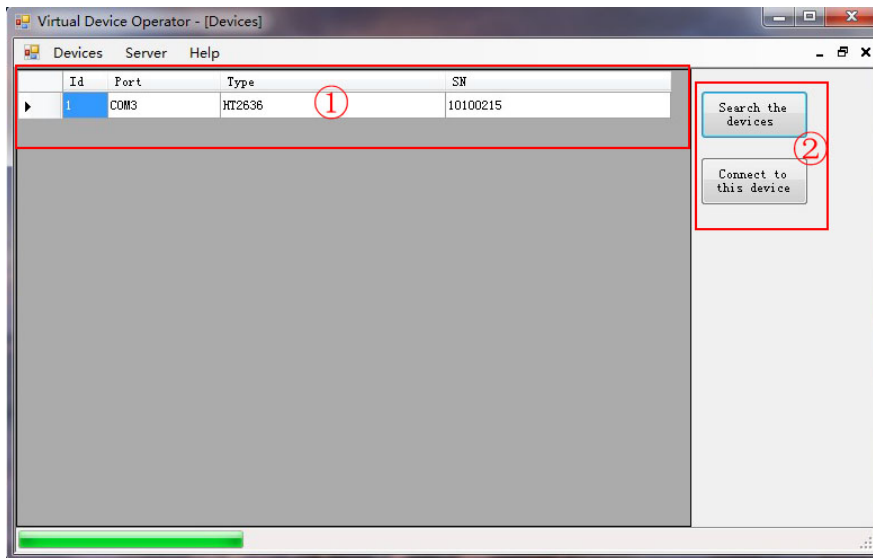
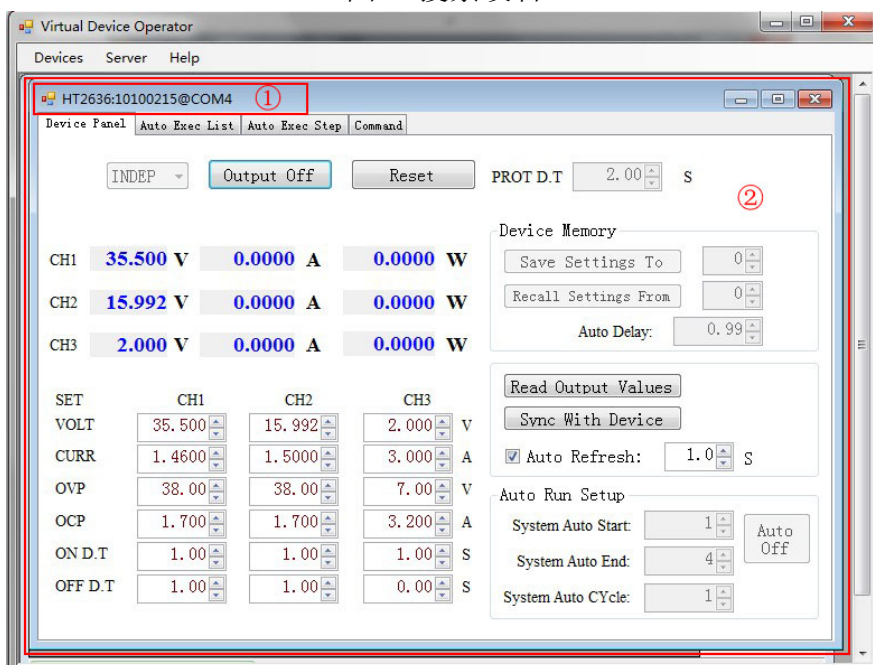

图 7 搜索设备
图 8 弹出设备操作窗口
启动 Virtual Device 后搜索与电脑连接的设备。如图 7 所示，点击标注②处的“Search the devices”按钮，在图 7 标注①处将列出与电脑相连的设备信息 (Port、Type 和 SN)，用鼠标在①处选中要连接设备，然后单击“Connect to this devices”即可连上所连设备，并弹出设备的操作窗口，如图 8 标注②所示 (图 8 标注①为所连设备的信息)。